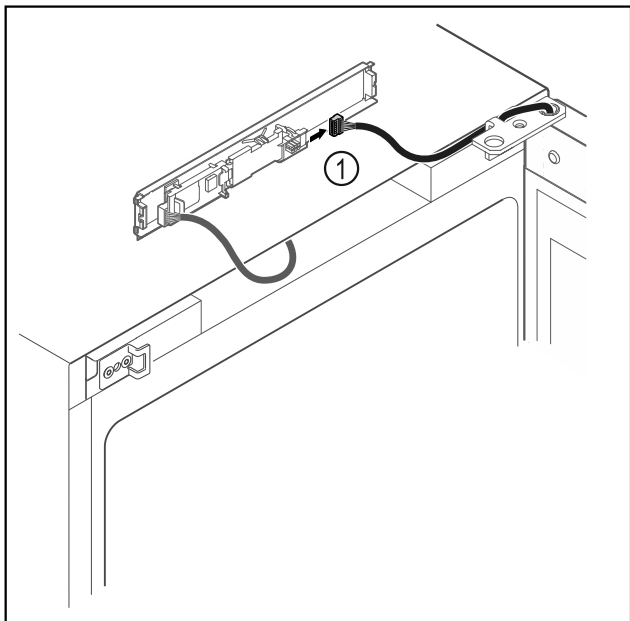

Fig. 12
- ▶ Odvojite utikač Fig. 12 (1) od tiskane pločice.